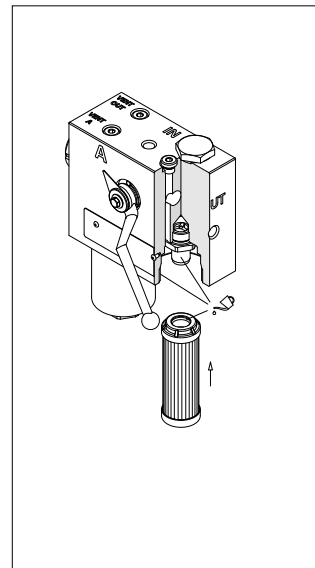

fig. 11
- (Fig. 11) Lubrificare con il fluido di lavoro l'O-ring dell'elemento filtrante, il codolo e la sede della testata, quindi calzare l'elemento filtrante sul codolo. Prestare attenzione a non danneggiare la guarnizione O-ring